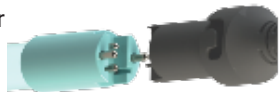

Figure 5. Connexion de lampe UV à haut rendement
Étape 7: Connexion de la lampe. Retirez le collier de fiche blanche et jetez-le. Brancher le connecteur de la lampe. À noter : le cléage pour un alignement adéquat (figure 5). Insérer le connecteur de lampe dans l'écrou libre, pousser doucement vers le bas et tourner le connecteur environ ¼ de tour dans